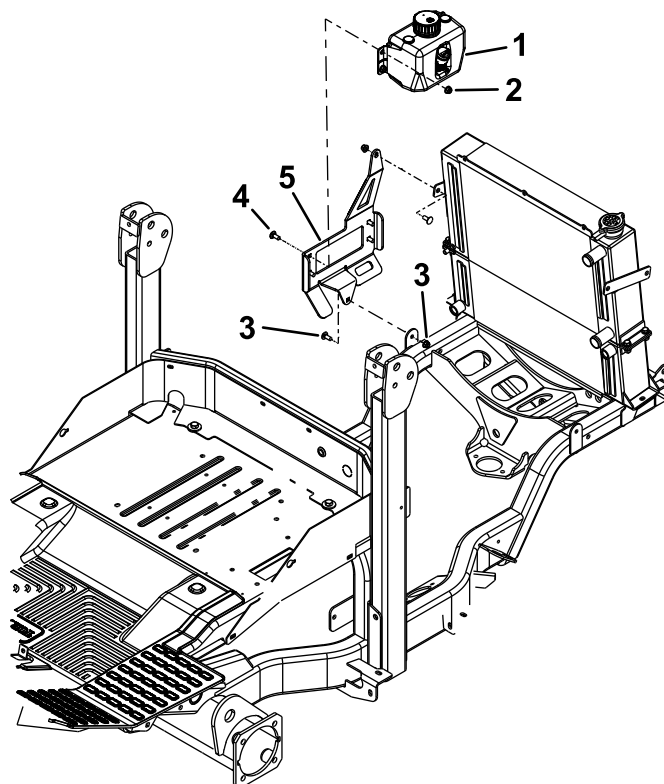

Figure 26
1. Fixez le réservoir sur le support avec 4 boulons de carrosserie (5/16" x 3/4") et 4 écrous (5/16"); voir Figure 26.